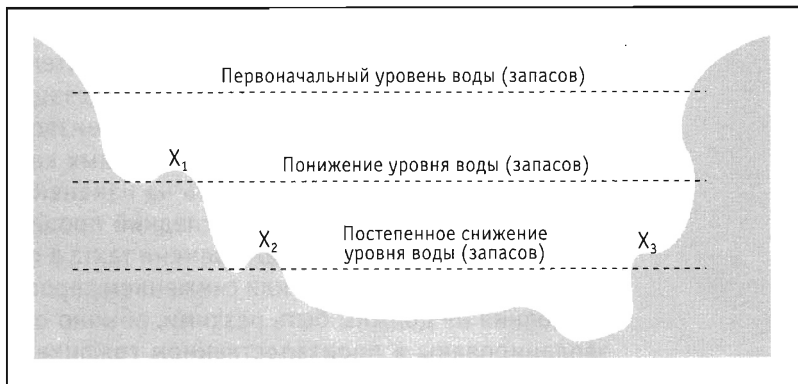

Рис. 5-2. Функция улучшения системы канбан.
Снижение количества канбанов ведет к минимизации запасов, что позволяет уменьшить буферный запас, сохраняемый в качестве страховки на случай колебаний производства. Мастера могут использовать столько канбанов, сколько понадобится, однако со временем нужно сокращать количество канбанов, постепенно, шаг за шагом, доводя число канбанов на производстве до минимального. В таком случае система канбан превращается в инструмент тонкой настройки производства. На рис. 5-2, демонстрирующем снижение запасов при использовании системы канбан, запасы сравниваются с уровнем воды в водоеме. Как только уровень воды (запасов) в водоеме понижается, проблемы (X) сразу же становятся видимыми и реагировать на них становится легче.